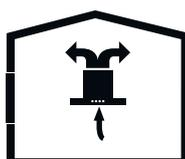

Fig. 4: Circulação de ar com filtro de carvão
*O ar absorvido é limpo por filtros de gordura e filtro de carvão ativo e depois reenviado para a cozinha. Fig. 4*